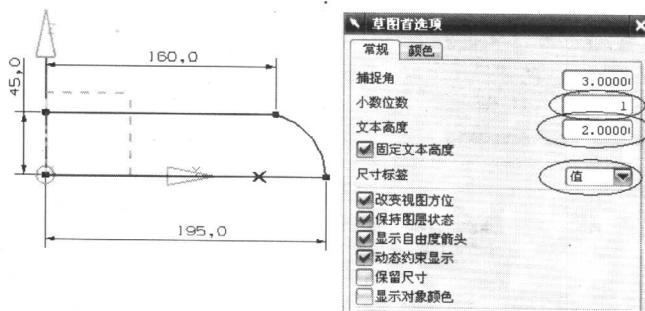

图 1-13
(9) 选择菜单【首选项】|【草图】，弹出【草图首选项】对话框，在对话框中设置参数，如图 1-13 所示，使尺寸参数的显示比较简单。